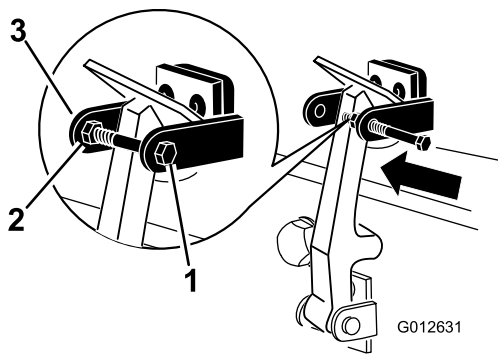

Рисунок 10
7. Вверните болт в другой рычаг кронштейна защелки капота для фиксации защелки в надлежащем положении (Рисунок 10). Надежно затяните болт, но гайку не затягивайте.